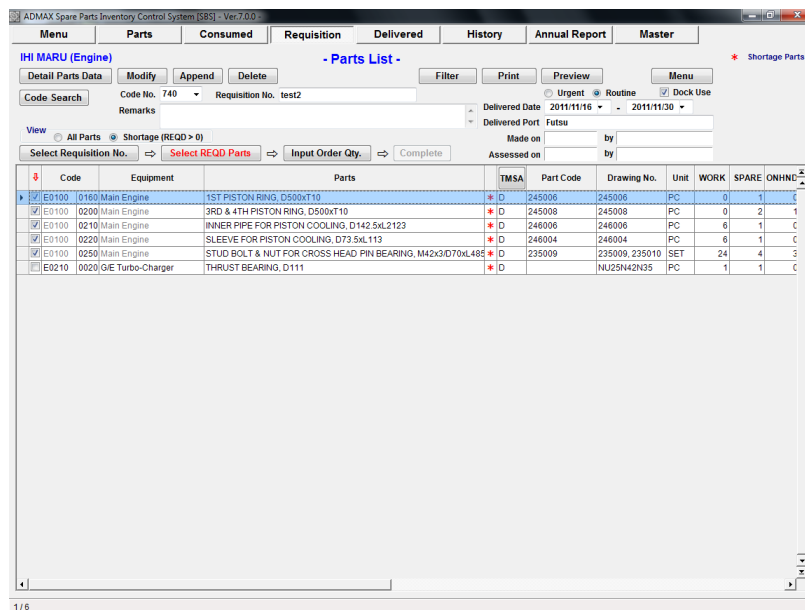

図 6.3 Select Required Parts (All Parts)
- [All Parts] ボタンをクリックすると、データベースに登録された全ての部品が"Select Required Parts (All Parts) Screen"(図.6-3)に表示されます。ステップ 3 と同じ手順でチェックボックスを選択します。